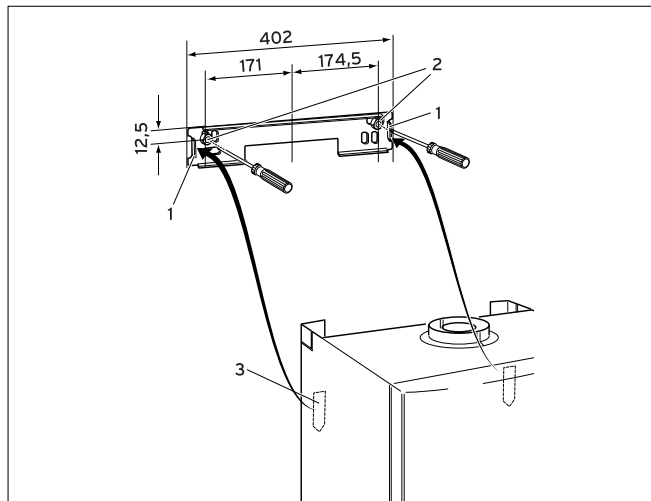

图7.7 壁挂炉的安装 (单位:毫米)
- 壁挂炉悬挂固定板上的钻孔位置 (1);
- 位置 (2) 适用于60/100的烟道从壁挂炉顶端向后的连接。
7.5 壁挂炉的安装(参见图7.7)